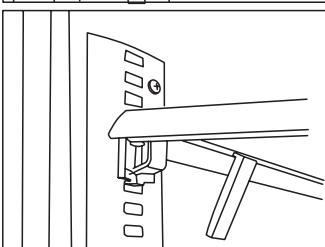

fig. 9C
4. Hyldeknægtene skal påsættes ens i højden, så hylden kommer til at ligge vandret (fig. 9C).